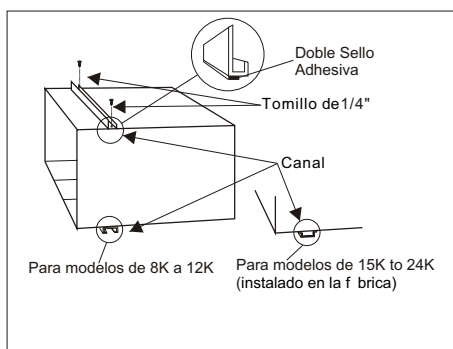

Fig. 3
A. Canal Superior en Forma de L: Aguante el doble sello adhesiva al canal superior en forma de L, con 5 tornillos de 1/4", instale el canal superior en forma de L sobre el gabinete, tal como se indica en la Fig. 3.
B. Instale el Canal Inferior en forma de U, tal como se indica en la Fig. 3.